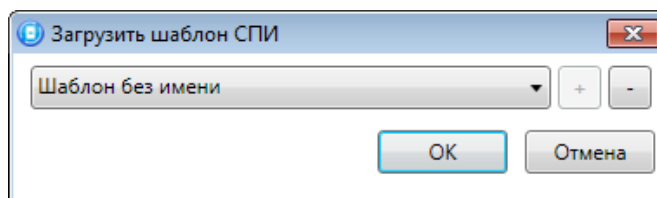

Рис. 11.4. Загрузить шаблон СПИ
**Загрузить шаблон настроек:** открытие окна *Загрузить шаблон СПИ* (Рис. 11.4), с помощью которого можно сконфигурировать контроллер по предварительно созданному шаблону. Для того чтобы применить шаблон, выберите его в списке и нажмите кнопку *ОК*. Для того чтобы удалить один из сохраненных шаблонов, выберите его в списке и нажмите кнопку .